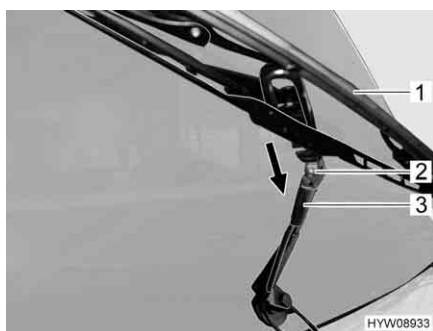

Fig. 216 Sostituzione delle spazzole del tergicristallo
- Sollevare il braccio del tergicristallo (Fig. 216,3) dal parabrezza e aprirlo fino all'arresto.
- Spingere i morsetti in plastica delle spazzole del tergicristallo (Fig. 216,1) fuori dal supporto piegato presente sul braccio del tergicristallo (freccia).
- Pulire gli ugelli dei tergicristalli (Fig. 216,2).